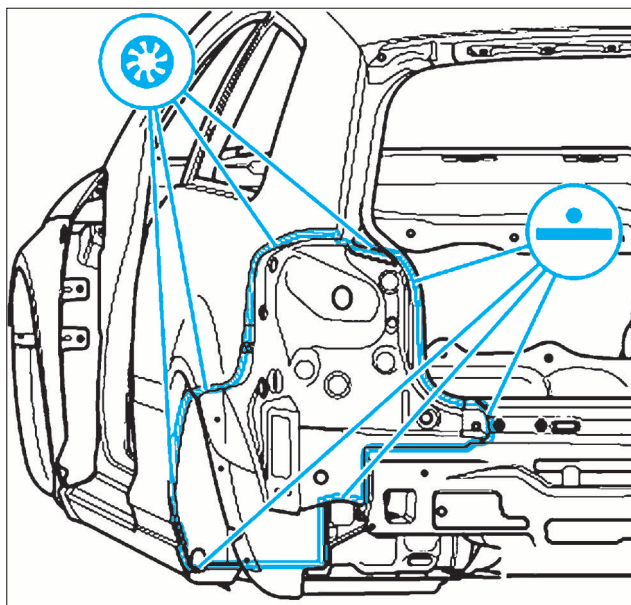

FIG. 38
- Souder le support de feu AR par soudure par points (Fig.38).